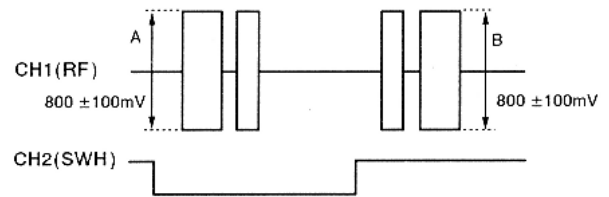

Fig. 6-6
- 3). Adjust trimmer resistor R410 so that levels A and B of the output waveform (1.57 MHz) are $800 \pm 100 \text{ mV}$, as shown in Fig. 6-6. At this time, if the difference in output level between A and B is too great for both of them to fall within the standard range, match the higher to the standard value.
- 3). 図6-6のように、出力波形 (1.57MHz) A, Bのレベルが $800 \pm 100 \text{ mV}$ になるように半固定抵抗 R410を調整する。このとき、AとBのレベル差が大きく規格値に入らない場合は、大きい方のレベルを規格値に合わせるように調整する。